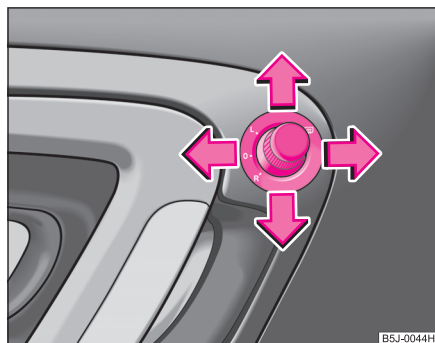

Fig. 45 Parte interior de la puerta: Botón giratorio
- Gire el botón giratorio a la posición  ⇒ fig. 45.